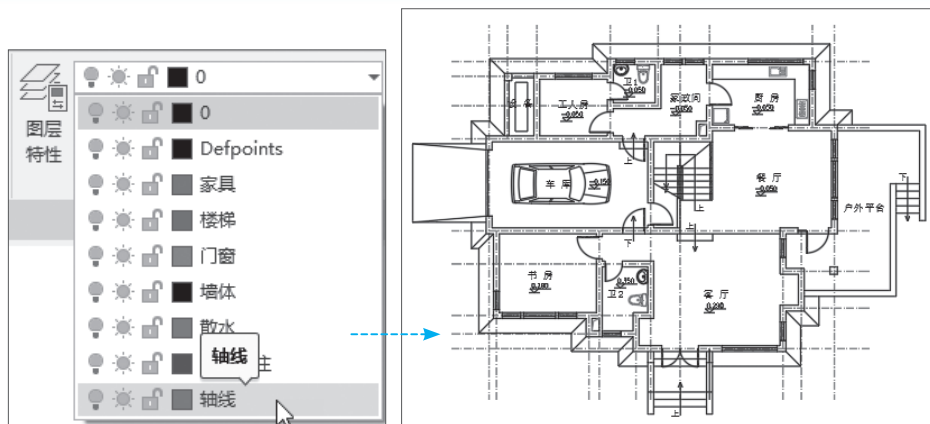

图 2-78
**步骤 11** 在“图层”选项组中单击“图层”下拉按钮，选择“轴线”图层。将选中的轴线放置在轴线图层中，如图2-78所示。